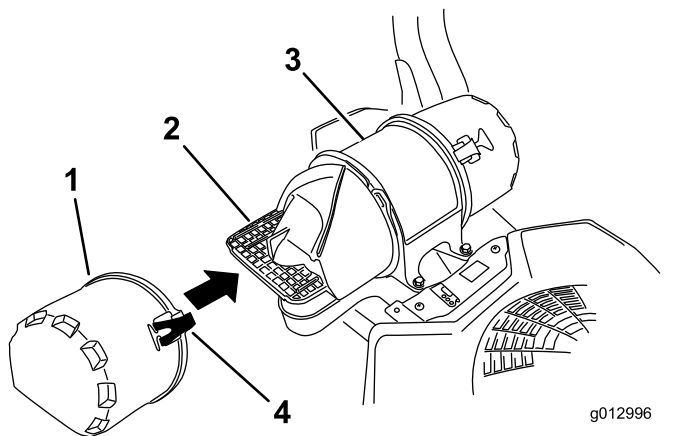

Figura 36
3. Abra los cierres del limpiador de aire y tire de la tapa de la entrada de aire para separarla del cuerpo del limpiador de aire (Figura 36).
5. Instale la tapa de la entrada de aire y sujétela con los enganches (Figura 36).